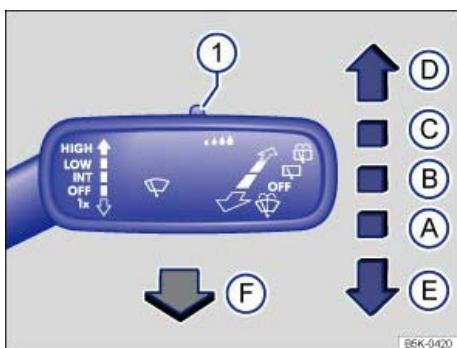

Abb. 115 An der Lenksäule rechts: Frontscheibenwischer bedienen.
- Scheibenwischerhebel kurz nach unten drücken ⇒ Abb. 115.